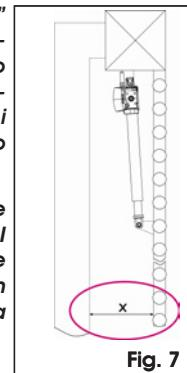

Fig. 7
**! Una volta installato l'operatore verificare che la quota "X" di Fig. 7 sia minimo 500 mm. Se la quota "X" è inferiore ai 500 mm è necessario eseguire una prova d'impatto nel punto evidenziato in Fig. 7, come descritto nella norma UNI EN 12445 e verificare che i valori rilevati siano conformi con quanto stabilito dalla norma UNI EN 12453.**